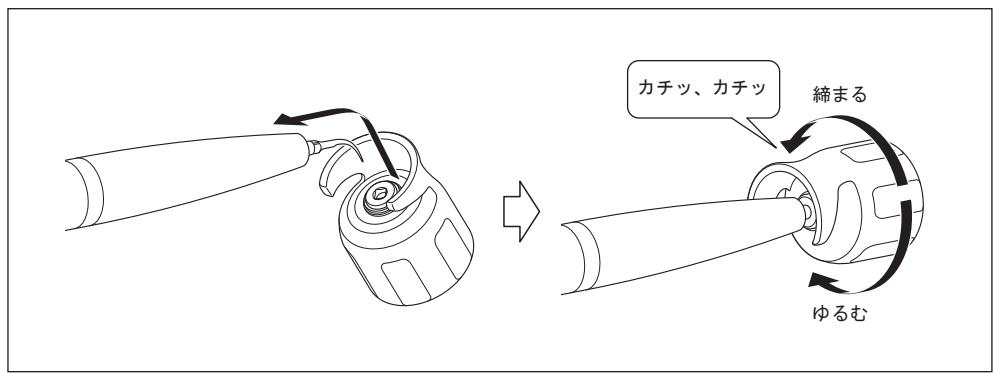

図16
- 3) チップの上からチップ交換レンチの穴を通し、チップの四角になっている部分を合わせて挿し込みます。次にチップ交換レンチを「カチッ、カチッ」と空回りするまで締め付けます（図16）。締め付ける際、ハンドピースコードがねじれないよう、ハンドピースを持ってください。チップを取り外すときは、ゆるむ方向へ回して取り外します。